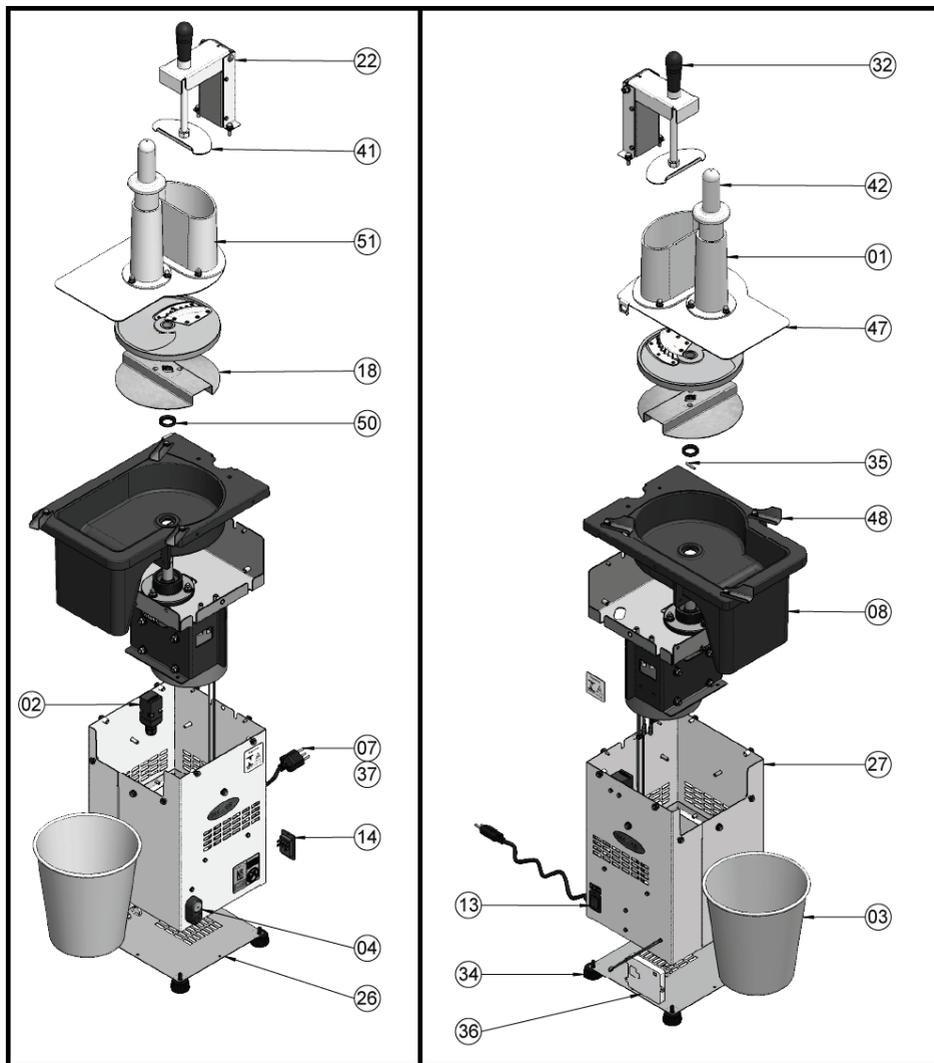
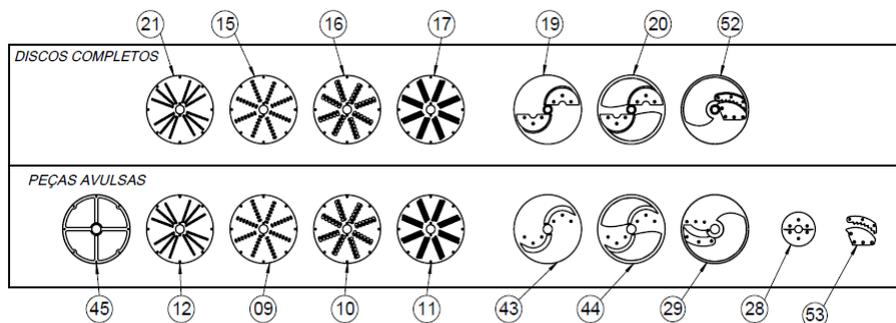

Figura 1 - Componentes de reposição
Figura 3 – Disco desfiador/ fatiador/ralador
• Antes de ligar o equipamento, verifique se o *DISCO EXPELIDOR* n°18 (Figura 1) e um dos DISCOS (DESFIADOR/ FATIADOR/ RALADOR) (Figura 3) estejam posicionados corretamente no eixo;